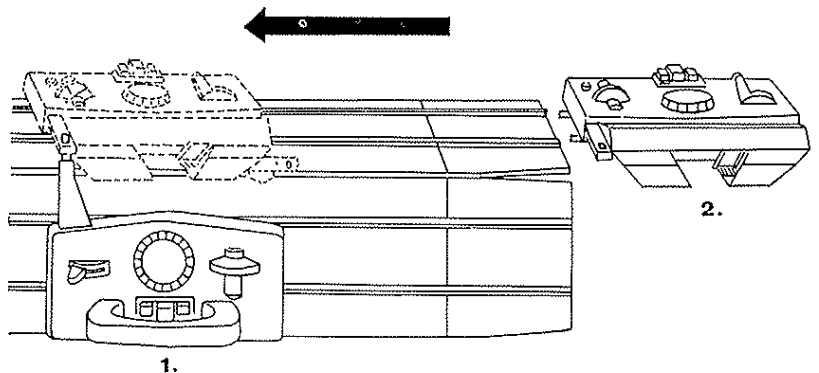

Fig. 18
2. **Introduire le chariot arrière, par la droite, dans les rails de la fonture arrière, fig. 18**